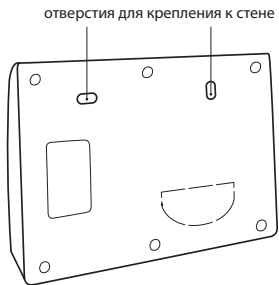

Рис. 5. Вид модуля управления Neptune ProW сзади
2. Закрепите корпус прибора на ровной поверхности, например на стене при помощи двух саморезов 3,0×25 мм (рис. 5).